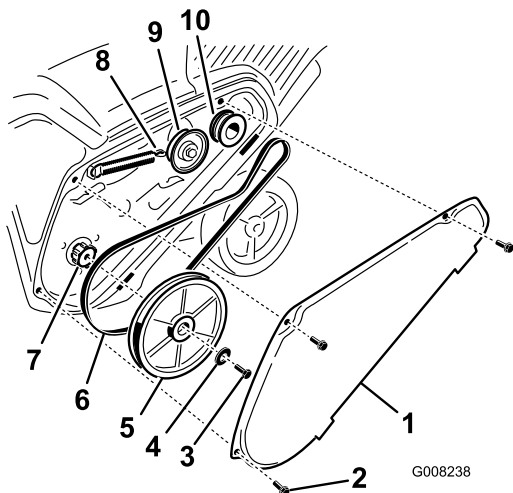

Figure 37
1. Enlevez le couvercle de la courroie d'entraînement après avoir retiré les 3 boulons comme montré à la Figure 37.
2. Décrochez le ressort de frein du bras de la poulie de tension pour détendre la courroie (Figure 37).
3. Enlevez la vis et la rondelle bombée qui retiennent la poulie de rotor (Figure 37).
4. Retirez la poulie de rotor et la courroie d'entraînement (Figure 37).
**Remarque:** Acheminez la courroie neuve autour de la poulie du moteur, puis de la poulie de tension, et enfin autour de la poulie de rotor desserrée, située juste au-dessus de l'arbre de rotor (Figure 37).
6. Montez la poulie de rotor sur l'arbre de rotor (Figure 37).
7. Montez la rondelle bombée et le boulon de fixation de la poulie de rotor, et serrez-les solidement (Figure 37).